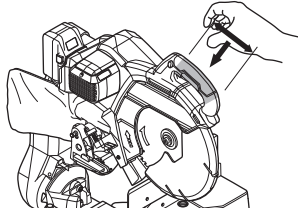

图1
44. 操作时请确保牢牢握住工具。否则可能导致事故或受伤。(图1)